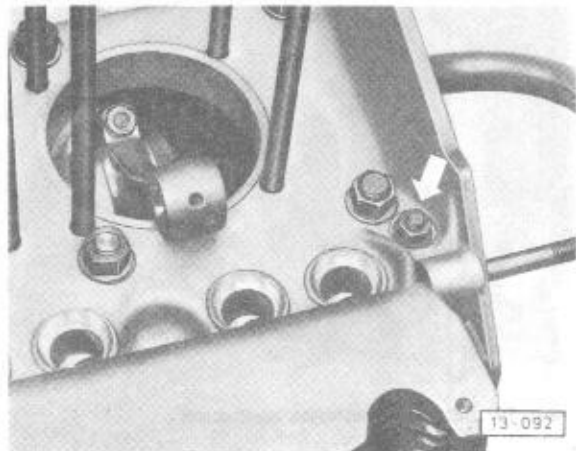

Abb. 12 Kurbelgehäusehälften zusammenbauen
2) Beim Zusammenbau der Kurbelgehäusehälften zuerst die Mutter M 8, die neben der Stiftschraube M 12 des Kurbelwellenlagers 1 liegt, festziehen (Abb. 12). Erst dann dürfen die Muttern M 12 festgezogen werden. Dann alle weiteren M 8-Muttern festziehen.